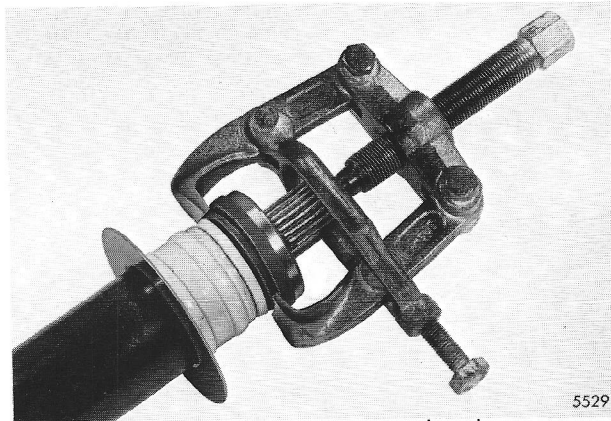

Fig.130 Trek het lager met de twee lagerkappen van de as.
5. Trek met een 2-armige trekker het kogellager met de 2 lagerkappen van de as (fig.130).